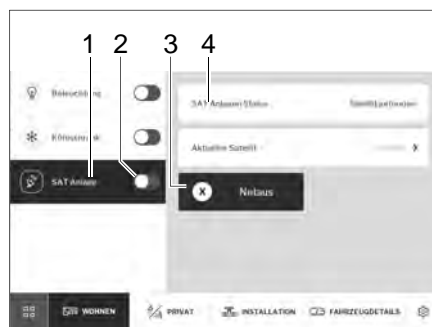

Bild 260 Satellitenanlage
- Mit Schiebeschalter (Bild 260,2) Satellitenanlage ein- oder ausschalten.
- Auf Schaltfläche *SAT-Anlage* (Bild 260,1) tippen.
Der ausgewählte Satellit wird angezeigt (Bild 260,4).
- Auf die Schaltfläche *Notaus* (Bild 260,3) tippen, wenn die Anlage gegen einen Widerstand fährt.